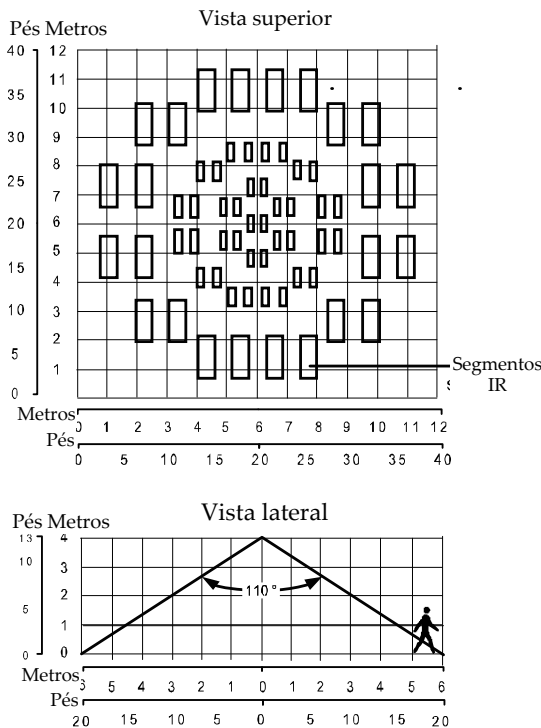

Figura 5: Vista superior e lateral
Para a melhor detecção PIR do LuNAR FireWatch sem fio, recomenda-se posicionar o LuNAR FireWatch diretamente acima do centro da área protegida. A lente no PIR fornece setores de detecção (feixes) dispostos em três níveis óticos completos; externo (12 setores), intermediário (12 setores) e interno (7 setores). Essa disposição garante a melhor cobertura da área monitorada (ver Figura 5).
- Para a detecção ideal, selecione um local provável de intercetação de um intruso que se mova pelo padrão de cobertura (ver Figura 5). Dois minutos após ligar a energia (período de aquecimento), caminhe com o detetor para testar toda a área protegida e verificar se a unidade está funcionando corretamente.